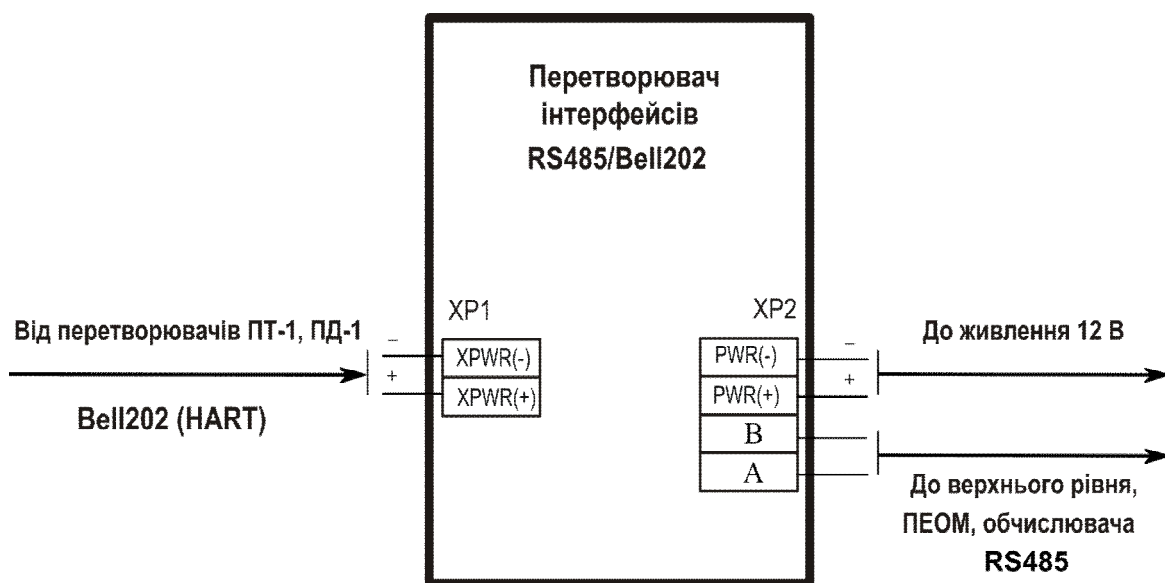
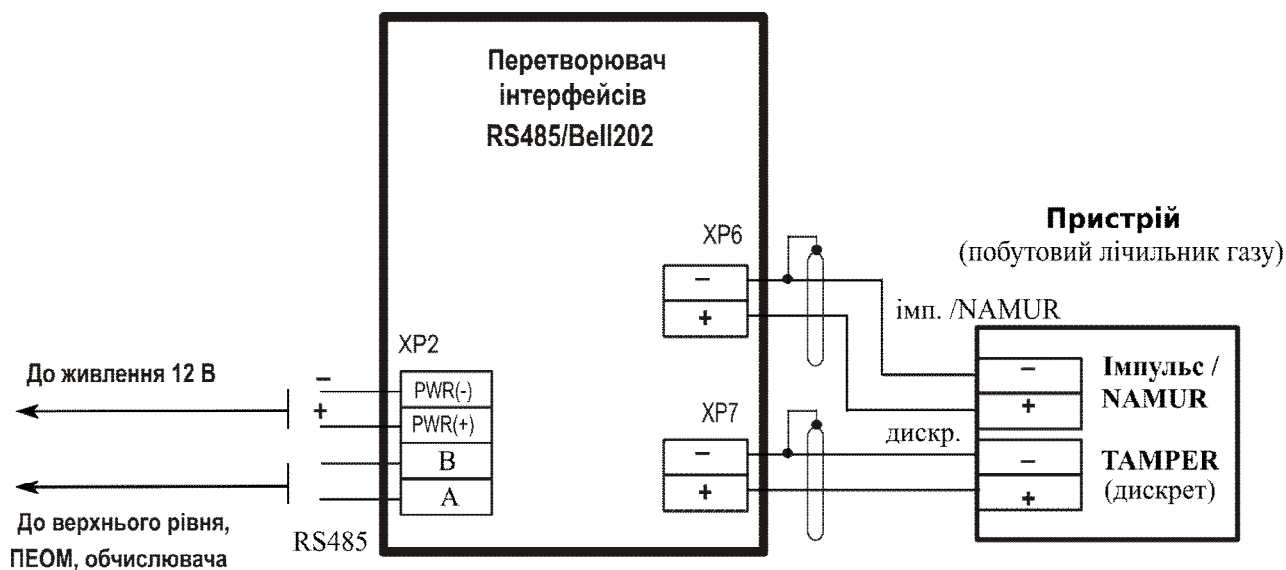

Рис.4. Схема зовнішніх підключень перетворювача інтерфейсів RS485/Bell202 виконання 1
Рис.5. Схема зовнішніх підключень перетворювача інтерфейсів RS485/Bell202 виконання 2 та виконання 3
4.6 Монтаж перетворювача необхідно проводити в відповідності зі схемою зовнішніх підключень, наведеної на Рис.4 – Рис.5.
5.3 Перевірити правильність підключення сполучних кабелів згідно зі схемами зовнішніх підключень, наведених на Рис. 4: